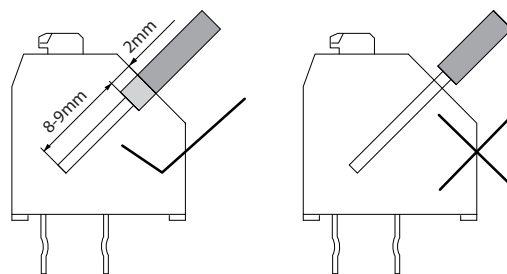

Рисунок 9.12 Правильная длина зачистки провода
- Позаботьтесь, чтобы обеспечить правильную длину зачищенных участков проводов. См. *Рисунок 9.12*